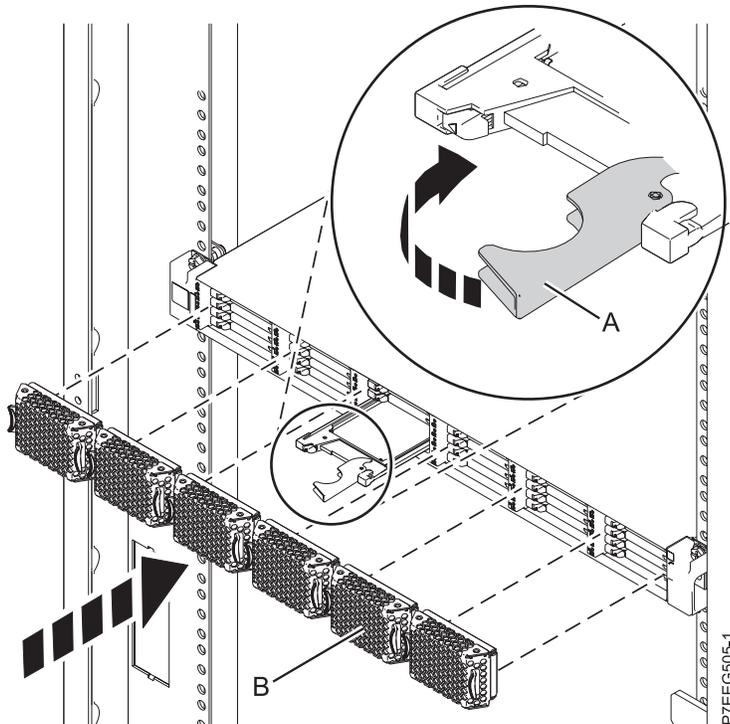

Figure 36. Remplacement d'une unité SSD dans l'armoire de stockage PCIe ED/R1.
3. Tournez la poignée de verrouillage (A) pour la mettre en position verrouillée, comme indiqué à la figure 36, à la page 60.
4. Installez le panneau (B).